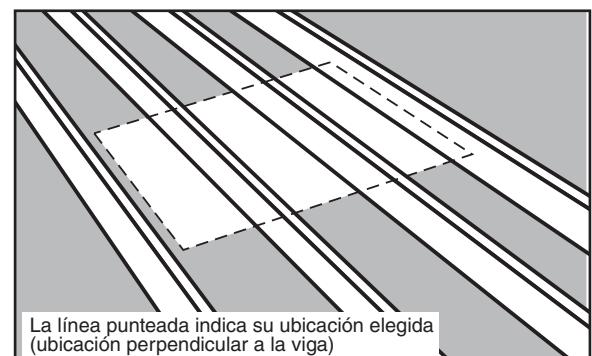

FIGURA 8
- Si la ubicación elegida es perpendicular a las vigas, marque el ancho de la apertura preliminar en la parte superior de las vigas (Vea la Figura 8). No corte la viga en esta marca.